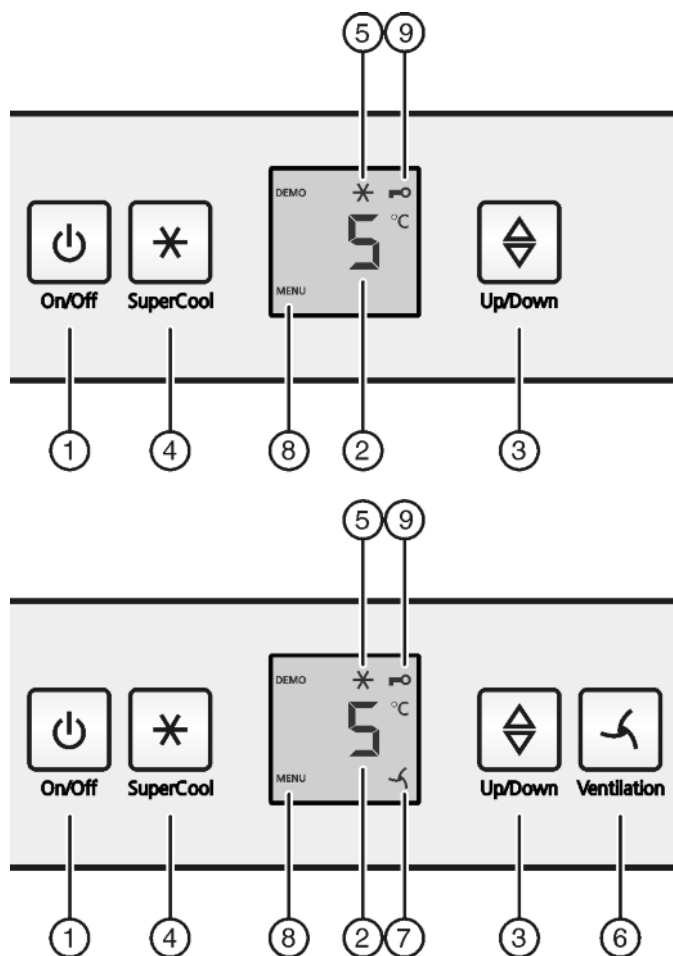

Fig. 2
- ▶ Appuyez sur la touche marche/arrêt *Fig. 2 (1)*.
- ▶ Appuyer env. 5 secondes sur la touche SuperCool *Fig. 2 (4)*.
- ▷ Le symbole Menu *Fig. 2 (8)* apparaît dans l'affichage.
- ▶ Confirmer brièvement avec la touche SuperCool *Fig. 2 (4)*.
- ▷ Le symbole Sécurité enfants *Fig. 2 (9)* s'allume dans l'affichage.
- ▶ Appuyer brièvement sur la touche On/Off *Fig. 2 (1)*.
- ▶ Appeler la fonction de température : appuyer sur la touche de réglage *Fig. 2 (3)*.
- ▶ Modifier la température par incrément de 1 °C : appuyer sur la touche de réglage *Fig. 2 (3)* jusqu'à ce que la température souhaitée apparaisse dans l'affichage de température.
- ▶ Appuyer brièvement sur la touche SuperCool *Fig. 2 (4)*.
- ▷ Le symbole SuperCool *Fig. 2 (5)* s'allume dans l'affichage.
- ▷ Le symbole SuperCool *Fig. 2 (5)* s'éteint dans l'affichage.